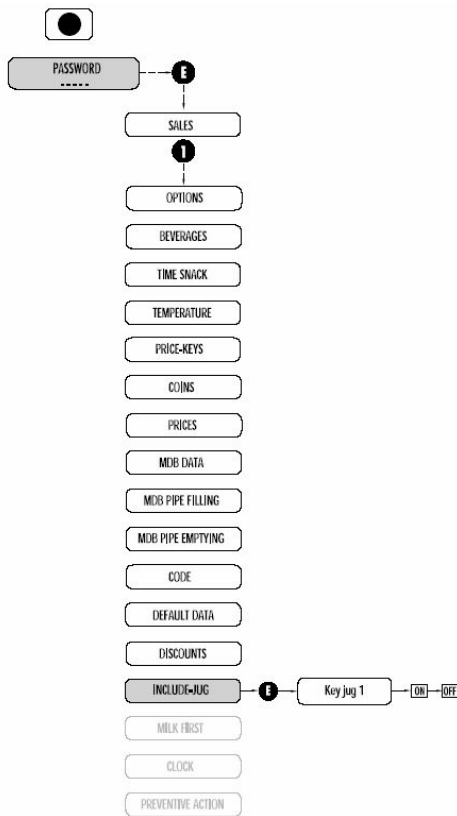

Рис. 7.18
7.2.15 МУЛЬТИПОРЦИОННАЯ ВЫДАЧА В ОДНУ ЕМКОСТЬ (Рис. 7.18)